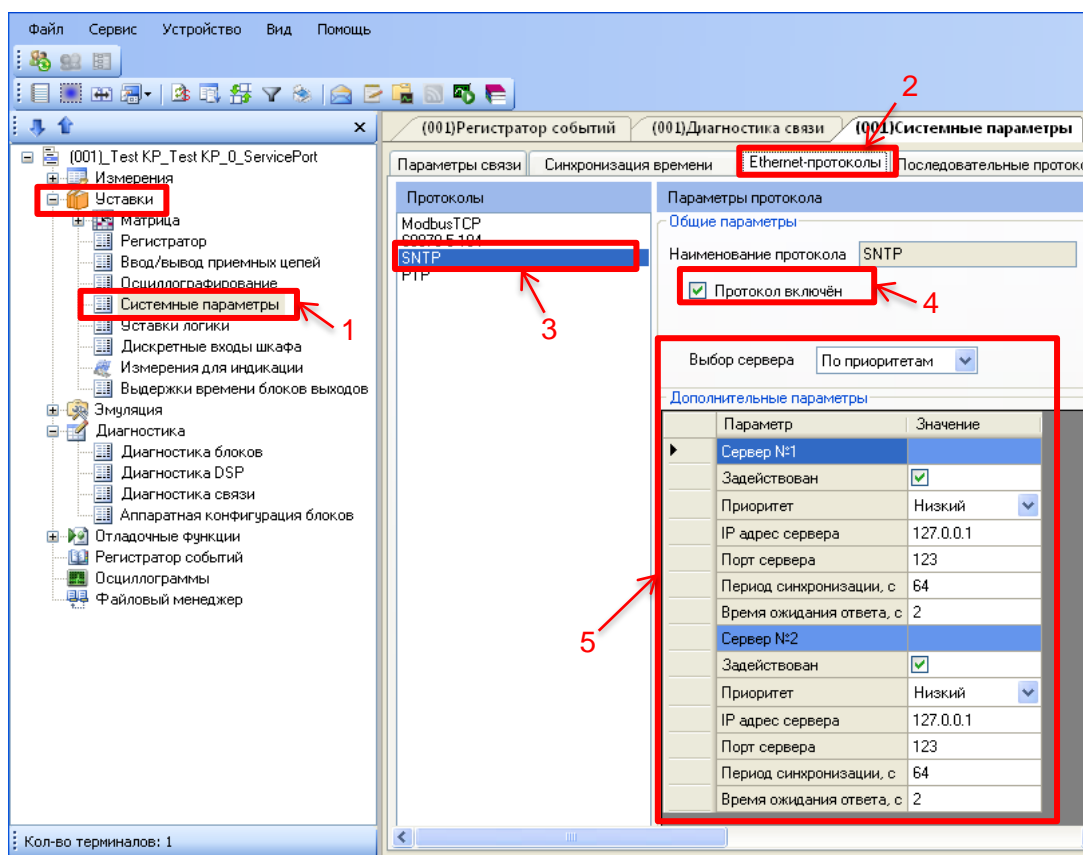

Рисунок 1 – Настройка протокола SNTP
2.1.2 В «дереве» проекта ПО АРМ-релейщика выбрать **Уставки** -> **Системные параметры** и открыть окно, дважды щелкнув мышкой на соответствующем пункте «дерева» проекта (см. рисунок 1, обозначение 1).
2.1.3 Выбрать вкладку **Ethernet-протоколы** (см. рисунок 1, обозначение 2).
2.1.4 Выбрать протокол SNTP (см. рисунок 1, обозначение 3).
2.1.5 Установить флажок **Протокол включен**, если он не установлен (см. рисунок 1, обозначение 4).